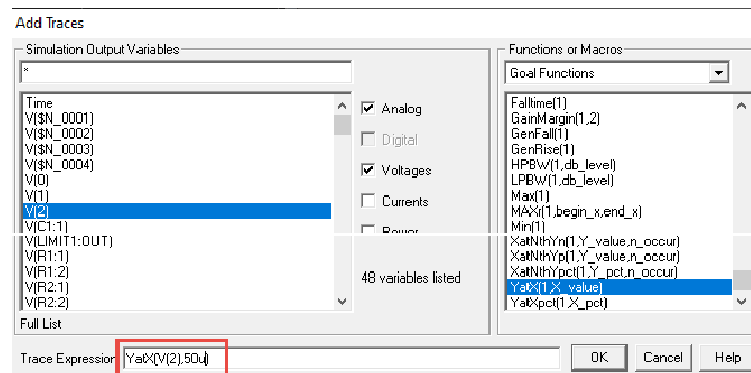

Рис.4. Задание функции V2 в точке 250 мкс
- Создать дополнительный график для параметрического анализа (пиктограмма ) , и затем (пиктограмма ) ввести функцию зависимости амплитуды выходного сигнала от амплитуды входного сигнала $U_{\text{ВЫХ}}(U_{\text{ВХ}})$ (см. рис.4).